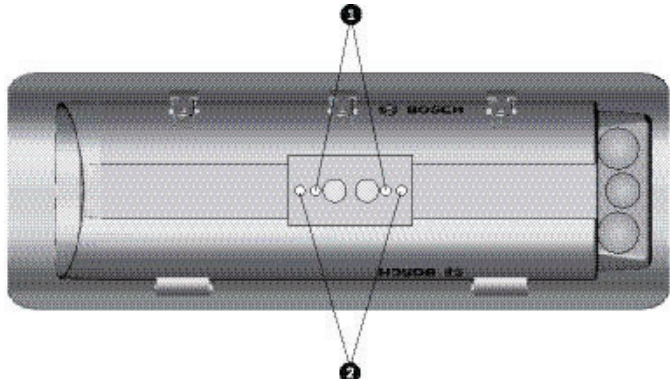

Bild 6.1 Stecker/Buchse, 4-polig
2. Führen Sie das Stromkabel durch die rückwärtige Abdeckung und die Zugentlastungsklemme (siehe *Bild 6.1*).
2. Verbinden Sie das Stromkabel mit den Schraubklemmen des Anschlusses (siehe *Bild 6.1* und *Tabelle 6.1*).